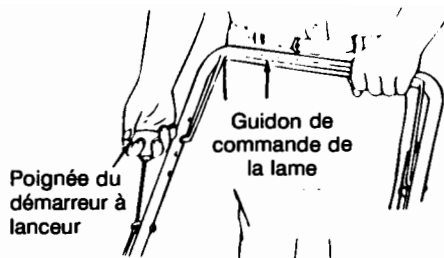

Figure 17
- Tenez-vous derrière la machine, appuyez sur la manette de commande de la lame et maintenez-la contre le guidon supérieur, comme à la figure 17.